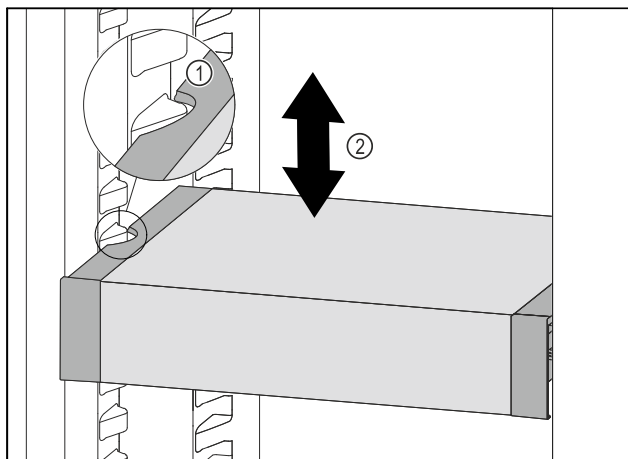

Fig. 105
- Trekk VarioSafe forover, til utsparingene på sidene av VarioSafe er på nivå med rillene i kjøleskapet. Fig. 105 (1)
- Flytt VarioSafe oppover eller nedover i kjøleskapet, til ønsket høyde er nådd. Fig. 105 (2)